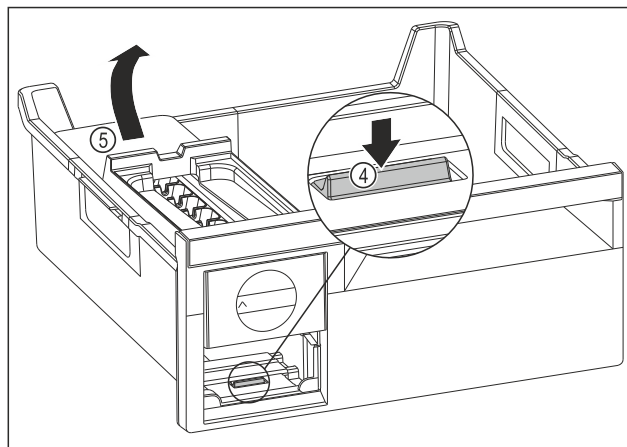

Fig. 78
- EasyTwist-Ice-corpus wegnemen: Strip Fig. 78 (4) met uw vinger omlaag drukken en gelijktijdig met de andere hand de EasyTwist-Ice-corpus Fig. 78 (5) van achteren optillen.